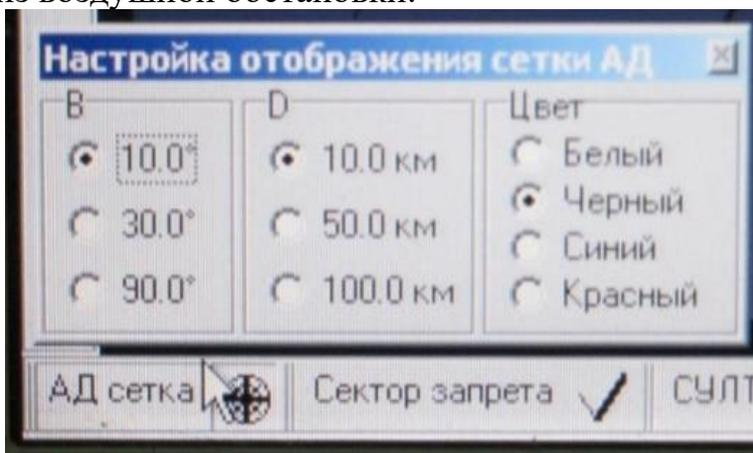

Рис. 6.40. Окно настройки отображения сетки
- в зависимости от поставленной задачи состав сетки задается с помощью окна управления (рис. 6.40).